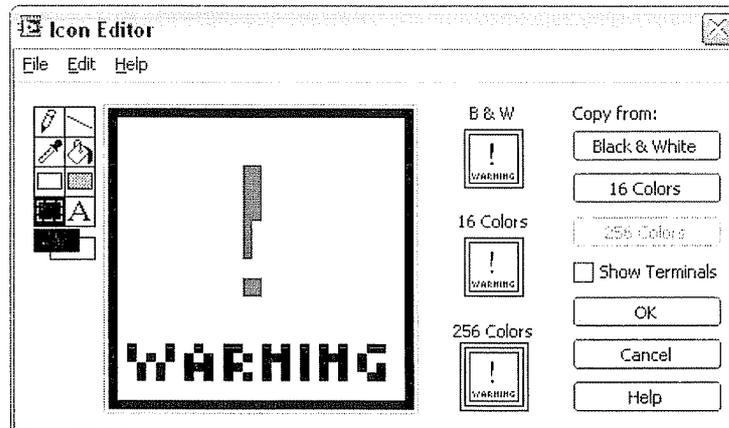

Figura 7-8. Ejemplo de icono de advertencia
- Use las herramientas de la ventana Icon Editor para crear un icono. Haga el icono tan sencillo o complejo como desee, pero debe ser representativo de la función del VI. La figura 7-8 muestra un ejemplo sencillo de un icono para este VI.